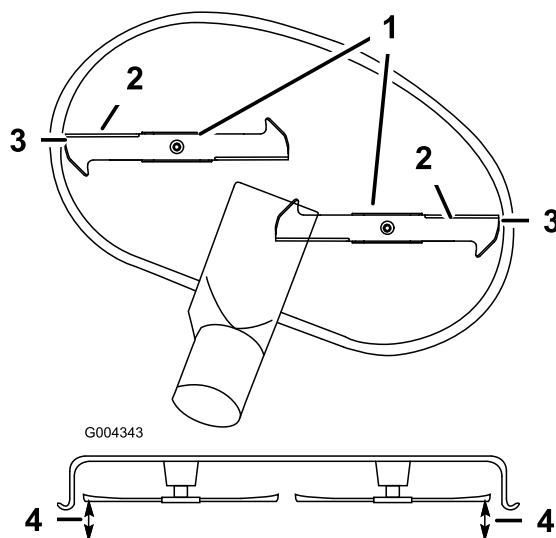

Figura 52
5. Fate ruotare con cautela la lama (o lame) da un lato all'altro (Figura 52). Misurate la distanza tra i taglienti esterni e la superficie piatta (Figura 52). Se entrambe le misure non rientrano nella tolleranza di 5 mm è necessario regolare; proseguite l'operazione.